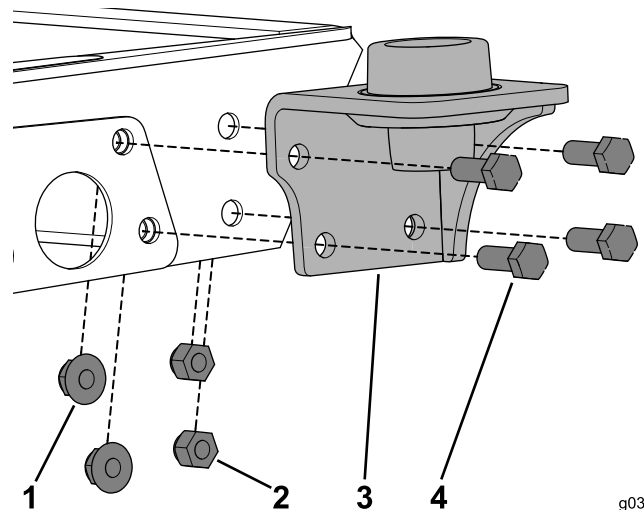

Figura 18
1. Retire las fijaciones existentes y utilice los 4 pernos (3/8" x 1"), 2 contratuercas, y 2 tuercas con arandela prensada para sujetar el soporte a la máquina (Figura 18).